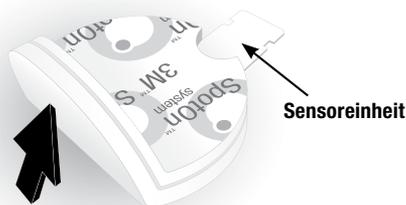

Abbildung 10: Den Sensor abnehmen
- An der Kante des SpotOn Sensors beginnend den SpotOn Temperatursensor langsam vom Patienten abnehmen (Abbildung 10).